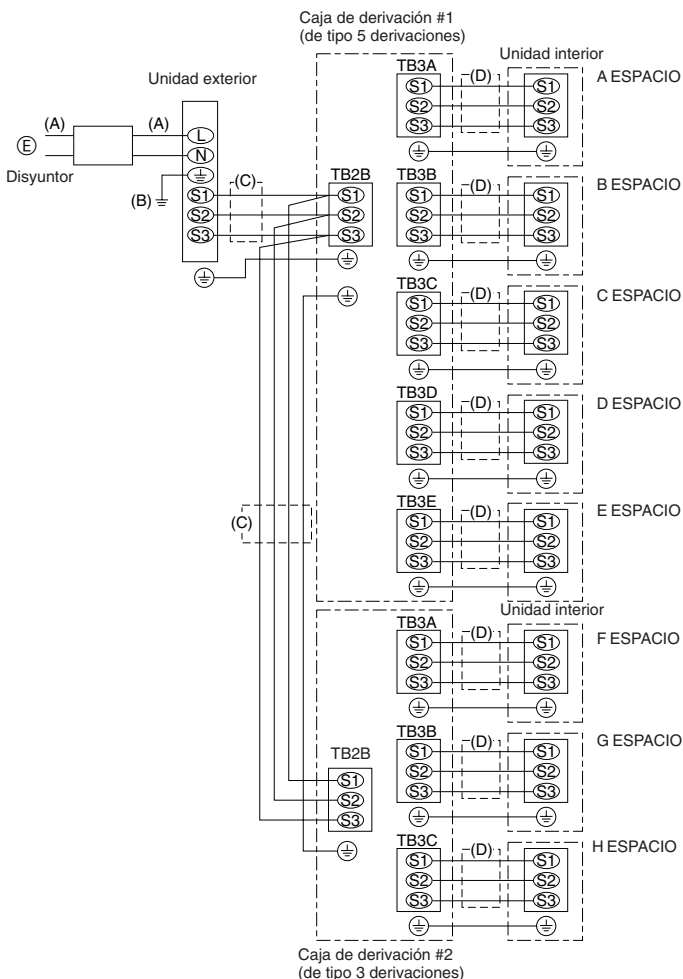

Fig. 7-2
7.3. Procedimiento de cableado exterior (Fig. 7-2)